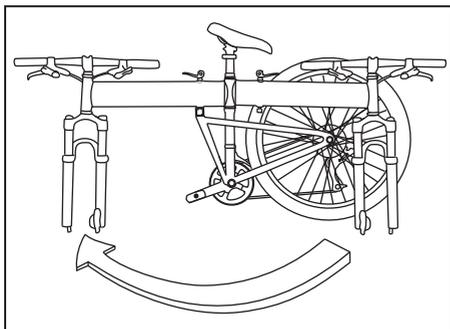

Рис. 11: Разложить раму
2. Установить колесо на твердую поверхность. Взяться одной рукой за заднее колесо, второй рукой – за трубку перекладины руля и разложить велосипед (Рис. 11).
3. Когда рама будет практически полностью разложена, нажать на открытый быстроразъемный зажим рамы, чтобы концевая гайка зашла в фиксирующий блок быстроразъемного соединения (Рис. 11 и 12).